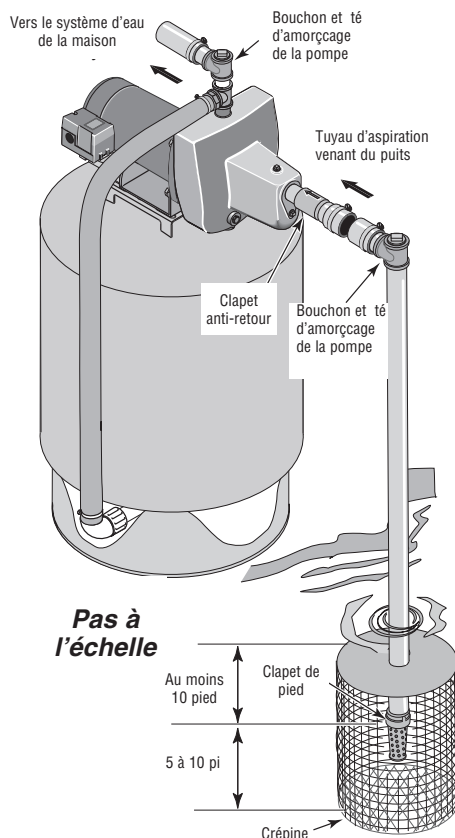

Figure 3 : Installation pour les eaux de surface
INSTALLATION DANS LE CAS D'EAUX EN SURFACE (Figure 3)
2. Assembler le clapet de pied et le tuyau d'aspiration (voir la Figure 3). S'assurer que le clapet de pied fonctionne librement. Utiliser du ruban d'étanchéité en PTFE pour filetage les raccords filetés. Poser une crépine autour du clapet de pied pour le protéger contre les poissons, les déchets, etc. (voir la Figure 3).
4. Poser le té d'amorçage, le bouchon d'amorçage et le tuyau d'aspiration sur la pompe (voir la Figure 3). Supporter le tuyau de façon qu'il ne soit pas cintré afin qu'il n'exerce pas de contraintes sur le corps de la pompe; de plus, il doit être légèrement incliné vers le haut, du puits jusqu'à la pompe (les points hauts risquent de causer des poches et des bouchons d'air dans la pompe). Rendre étanches les raccords du tuyau d'aspiration avec du ruban d'étanchéité en PTFE pour filetage. Les raccords doivent être étanches à l'air et à l'eau. *Si le tuyau d'aspiration aspire de l'air, la pompe ne pompera pas l'eau du puits.*